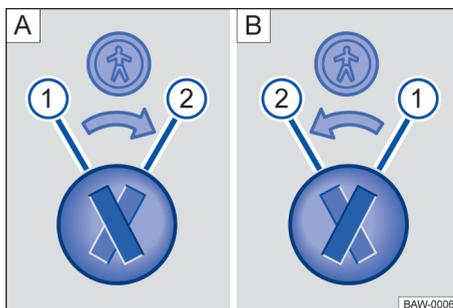

Fig. 36 Trava de segurança para crianças: A] porta traseira esquerda, B] porta traseira direita.
Legenda para → Fig. 36:
- Introduzir a haste da chave na ranhura da trava de segurança para crianças para ativar ou desativar → Fig. 36.